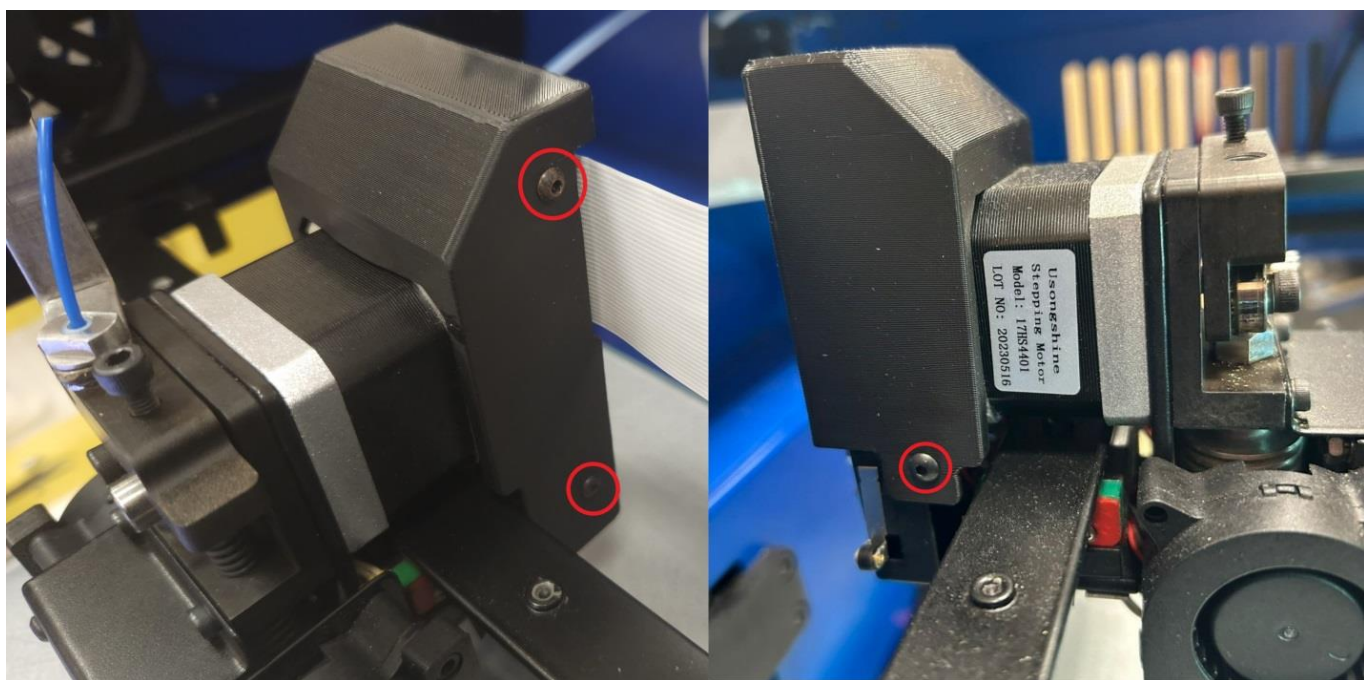

Рисунок 4 — Расположение винтов крепления кожуха
5. Шестигранным ключом на 2 выкрутите три винта крепления кожуха экструдера (два с одной стороны и один с другой) (рисунок 4).